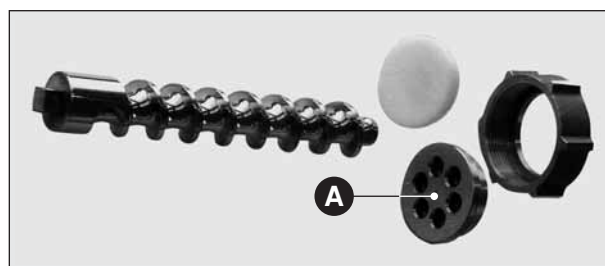

Fig. 15
6.2 LIMPIEZA DE: MEZCLADOR, COCLEA, ABRAZADERA E HILERA (Fig. 15)
La hilera (Fig. 15 A) debe mantenerse en un recipiente sumergida en agua durante todo el tiempo en que queda sin utilizar.